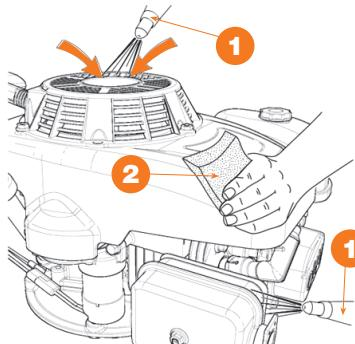

Рис. 23
- С помощью струи сжатого воздуха 1, удалить с глушителя и его защиты любой горючий мусор и грязь (Рис. 23).